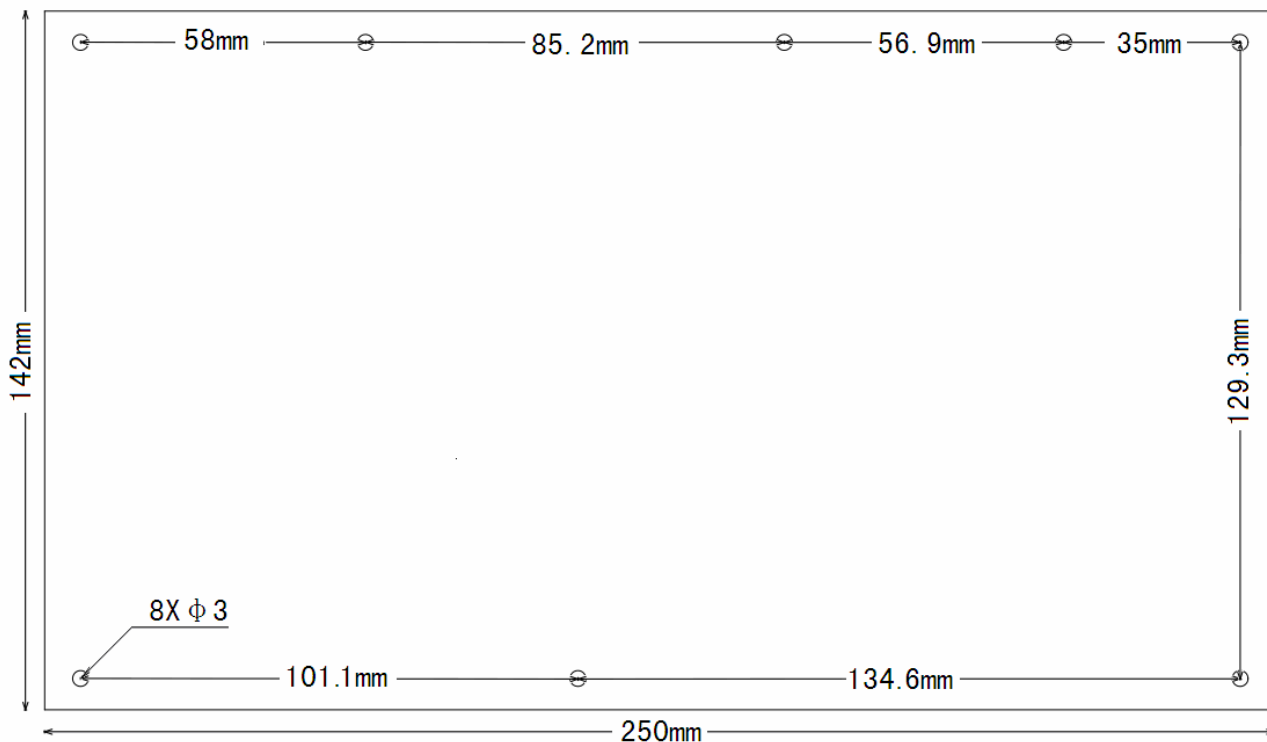

图 2: IH12-*4ML3 安装尺寸图
- ① 按图 2 所示的螺孔位置在固定板上打直径为 3.5mm 孔;
- ② 使用小于 $\Phi 3\text{mm}$ 的螺钉插入孔中固定。